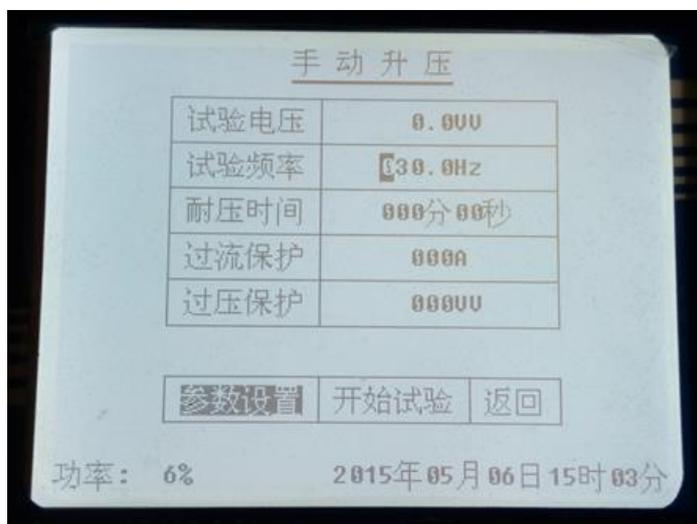

图 4
4) 按下鼠标, 光标显示到“功率”: 5%, 转动鼠标“功率”显示为 6%, 如图 4。